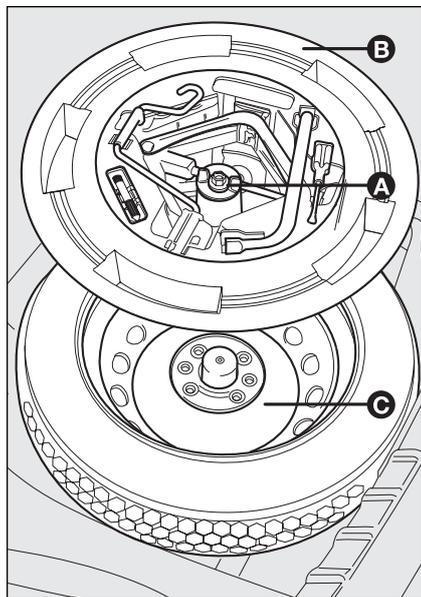

fig. 15
- sistemare il ruotino di scorta C-fig. 15 nell'apposito vano ricavato nel bagagliaio;
- reinserire nel proprio contenitore B-fig. 15 il cric parzialmente aperto forzandolo leggermente nella propria sede in modo da evitare eventuali vibrazioni durante la marcia;
- sistemare il contenitore, completo di attrezzi, nella ruota di scorta, avvitando il dispositivo bloccaggio A-fig. 15;